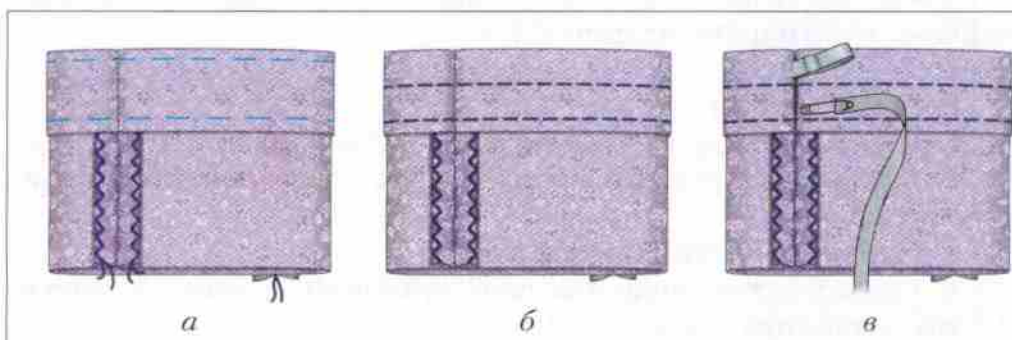

Рис. 94. Обработка пояса-кулиски юбки: а — замётывание; б — застрачивание; в — продевание резиновой тесьмы
2. Подверни припуск на шов (15 мм), приколи. Заметай. Удали булавки (рис. 94, а).
3. Проложи машинную строчку на расстоянии 1–2 мм от второго сгиба, выполняя закрепку в конце строчки. Удали ручные стежки (рис. 94, б).
7. Распори часть бокового шва, выполненного длинными стежками. Отмерь два отрезка резиновой тесьмы длиной, равной обхвату талии (в слегка натянутом состоянии). Поочерёдно продень тесьму в кулиски. Стачай концы тесьмы (рис. 94, в). Стачай вручную отверстие в шве.